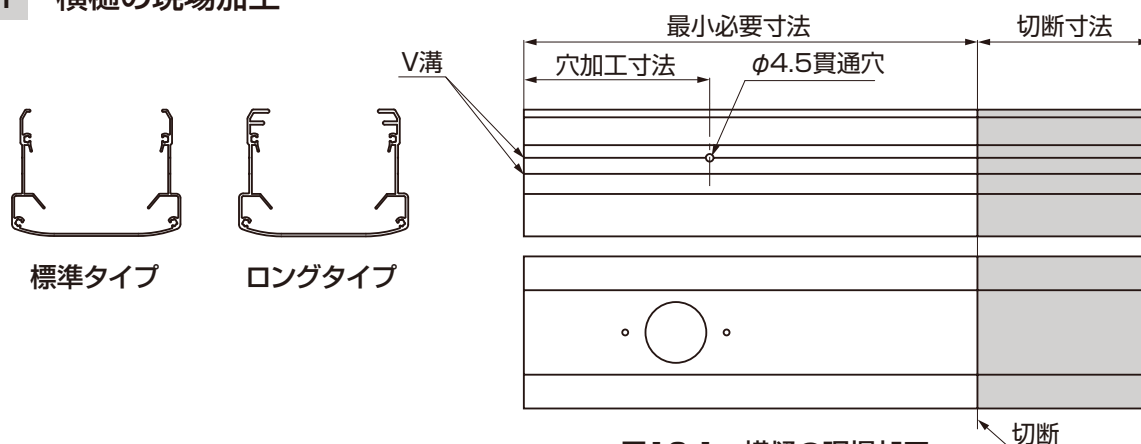

図10-1 横樋の現場加工
①図10-1、表10-1、表10-2を参考に、施工現場に合わせて横樋を切断加工してください。